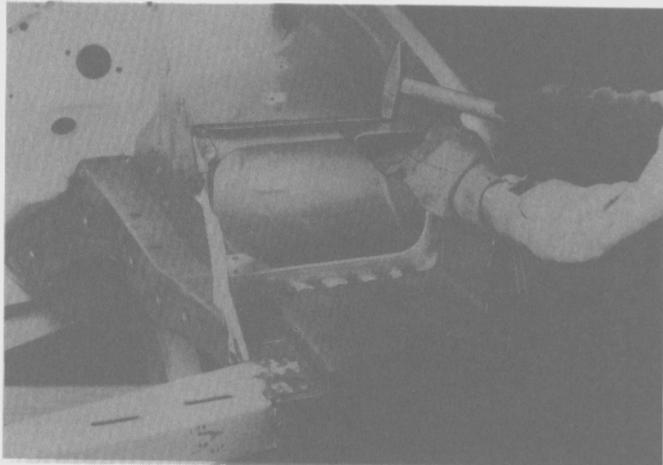

Fig. 105
- Pulir y alinear las pestañas del panel del guardabarro delantero interior y de los paneles de montaje de los faros. (Fig. 105).